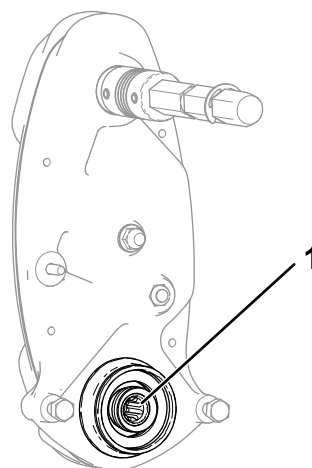

Figure 14
3. Vérifiez s'il reste de la graisse dans l'arbre d'entraînement du cylindre (Figure 14).